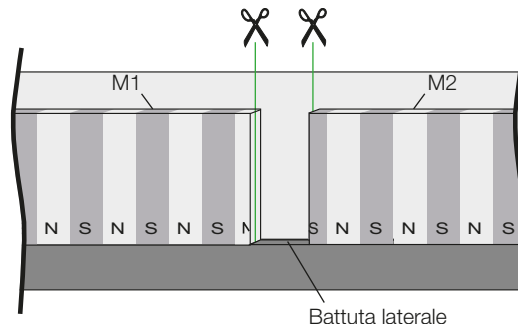
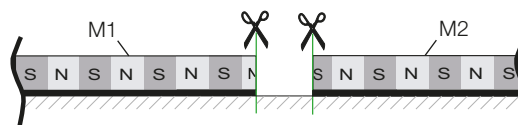

Fig. 4-7: Vista dall'alto corpo di misura
Fig. 4-8: Vista lineare
Tagliare dritte entrambe le estremità dei corpi di misura sul giunto (Fig. 4-7 e Fig. 4-8).
1. Il corpo di misura M1 è già incollato. Fissare sul giunto una battuta laterale, in modo che il corpo di misura M2 da disporre in fila possa essere allineato in modo preciso (Fig. 4-7).